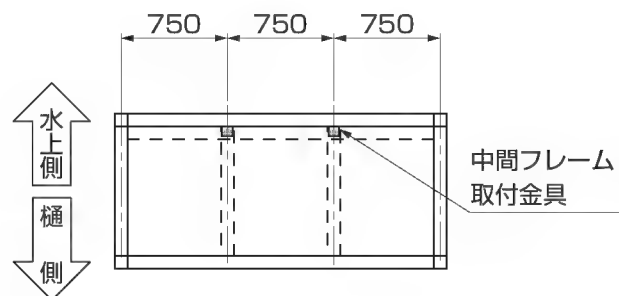
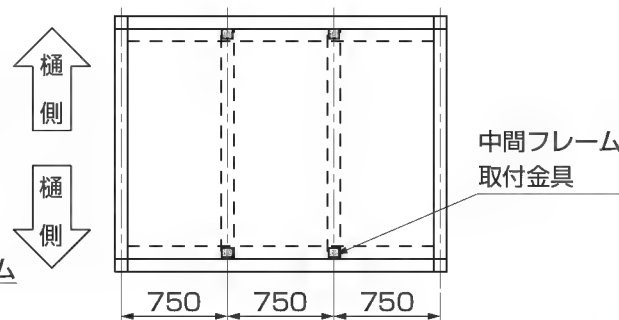

図2-2 シングルの場合
図2-4 ダブルの場合
- 中間フレーム取付金具の下穴のピッチが750mmになるように加工してください。（図2-2、図2-4参照）